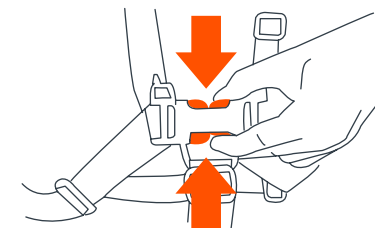

Fig. 14b
• Pour libérer la ceinture, appliquer une pression aux deux côtés de chaque boucle male jusqu'à ce que la boucle soit libérée (Fig. 14b). Ce processus exige un effort modéré afin d'empêcher une ouverture accidentelle par votre enfant.